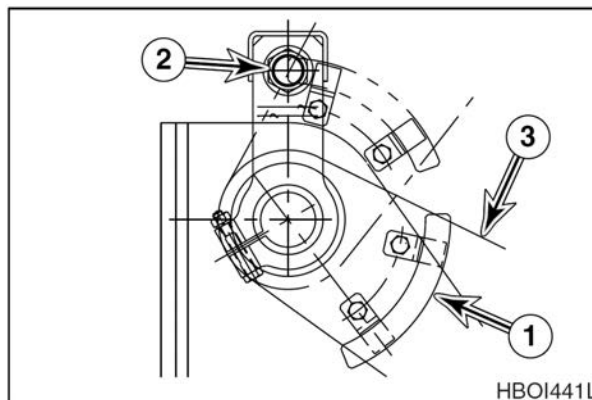

Рис. 37
Установка рычага ковша в положение «Boom Raise Detent» (Стопор подъема стрелы) приведет к блокировке рычага ковша в положении подъема стрелы. Стрела поднимется до положения, при котором отключающая пластинка (1 рис. 37) коснется конечного переключателя высоты подъема (2). Когда конечный переключатель сработает, подъем стрелы прекратится, и рычаг ковша автоматически вернется в нейтральное положение. Отключающая пластинка может быть отрегулирована для установки максимальной высоты подъема стрелы.
Отключающая пластинка (1, рис. 37) должна быть установлена так, чтобы касаться конечного переключателя (2) до достижения максимального выдвижения цилиндров стрелы. Максимальное выдвижение вызывает выброс жидкости через выпускной клапан насоса.